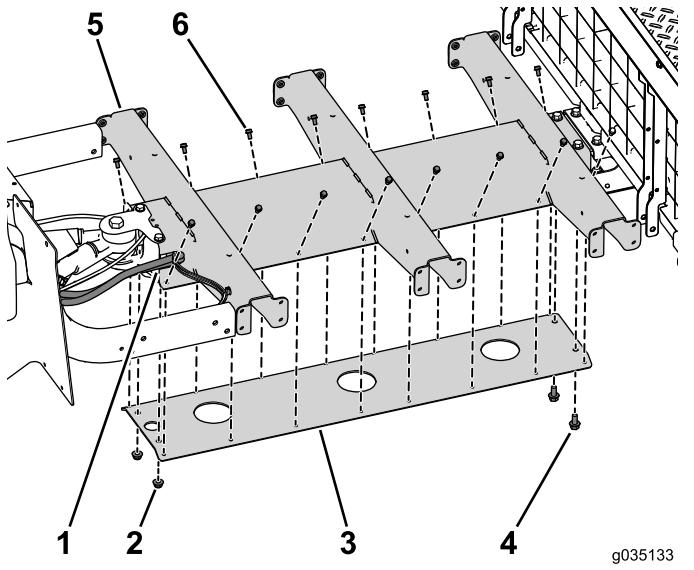

図 79
2. ボトムプレートをセンターチャネルに仮止めするボルト $3/8 \times 3/4$ インチ2本、ボルト $1/4 \times 1/2$ インチ16本、とフランジナット $3/8$ インチを使用する図 79。